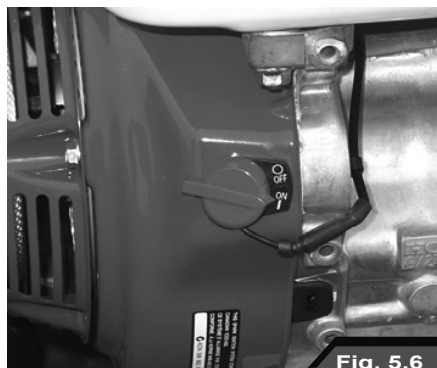

Fig. 5.6
- Mettez l'interrupteur du moteur ON/OFF sur ON (Fig. 5.6).
- Saisissez la poignée du lanceur (15) et tirez délicatement de façon à favoriser l'accrochage par encliquetage. Puis tirez d'un coup énergique, si c'est le cas, aidez-vous en poussant sur la roue avec le pied pour pouvoir y mettre plus de force. Répétez cette opération jusqu'à ce que le moteur démarre, en donnant toujours des coups secs.
- Pour éteindre le moteur, il suffit de mettre l'interrupteur ON/OFF en position OFF (Fig. 5.6), après quelques instants le moteur s'arrête.